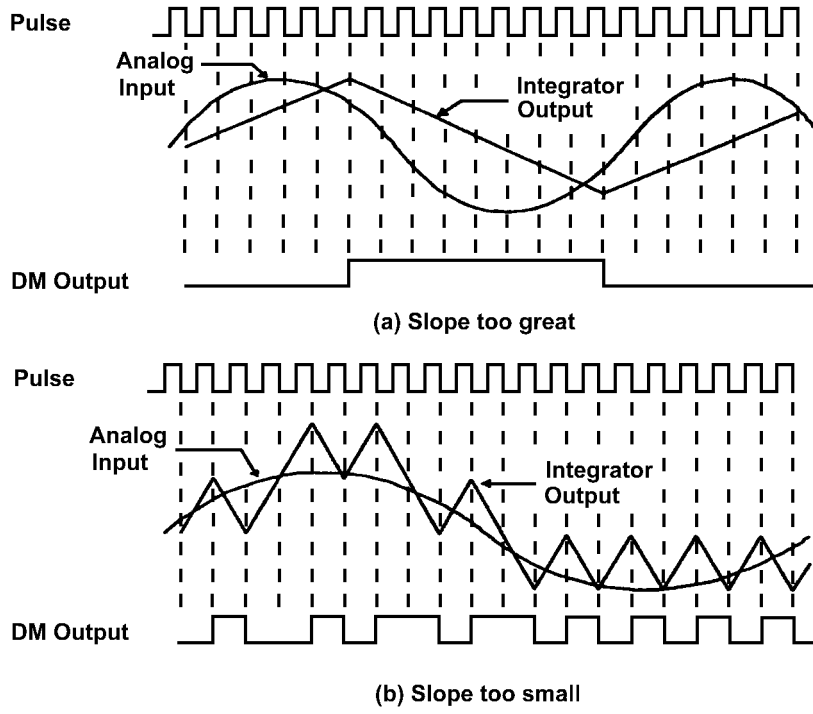

Fig. 16-3 İntegrasyon ile yaklaşık işaretin elde edilmesi ve giriş işaretleri.
Pratik DM sistemlerinde, basamaklardan oluşan yaklaşık işaret impulse'ların integrasyonu ile elde edilmez. Çünkü pratikte impulse üretmek mümkün değildir. Bunun yerine genellikle, yaklaşık işaret, üçgen dalga segmentleri kullanılarak oluşturulur. Üçgen dalga segmentleri sonlu uzunluktaki darbelerin integre edilmesi ile üretilir. Bu, Fig. 16-3'de gösterilmektedir. Darbe işareti, bir darbe jeneratörü ile üretilmektedir.
İntegratörün eğimi ve darbe dizisinin frekansı özel bir sisteme göre sabitlendiğinden dolayı, yaklaşık işaretin(integratör çıkışı) maksimum artış yada azalış oranı sabittir. Eğer giriş işaretinin eğimi çok büyük ise, yaklaşık işaret giriş işaretini izleyemez. Buna, Fig. 16-3(a)'da gösterildiği gibi slope-overloading etkisi adı verilir. Fig. 16-3(b)'de, giriş işaretinin eğimi çok küçüktür ve bu nedenle yaklaşık işarete, yüksek frekans sawtooth bileşenleri eklenir.
1. Fig. 16-3(a) durumunda olduğu gibi, detektör, DM çıkışında, n successive 0s ya da 1s gözlemlediği zaman, integratörün eğiminin çok küçük olduğunu belirler. Eğim, uygun bir değere kadar sürekli olarak artırılır.
2. Fig. 16-3(b) durumunda olduğu gibi, detektör, n successive farklı datalar gözlemlediği zaman, integratörün eğiminin çok büyük olduğu belirlenir ve eğim uygun bir değere kadar sürekli olarak azaltılır.